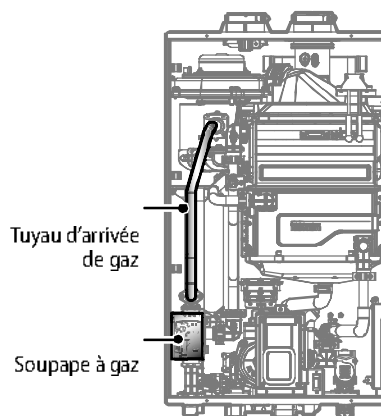

Figure 2. Composants internes des modèles NCB-E
8. Une fois les composants internes visibles, repérez le conduit d'arrivée du gaz et la soupape à gaz au centre de l'appareil, comme illustré à la figure 2.